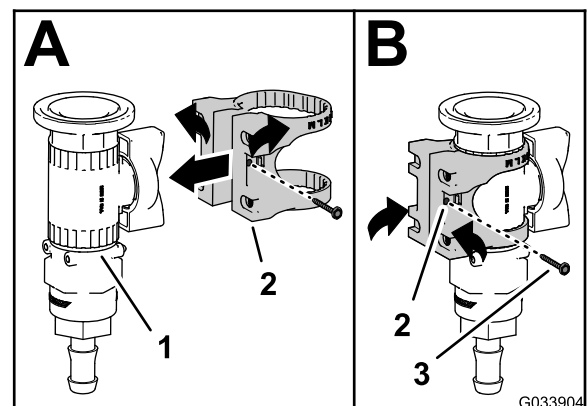

Bild 14
1. Befestigen Sie die Ventilhalterung am Regelventil, wie in A in Bild 14 abgebildet.
2. Befestigen Sie die Ventilbefestigung mit dem Bundbolzen (Nr. 6) am Regelventil und ziehen es mit der Hand an (B in Bild 14).
2. Befestigen Sie die Ventilhalterung am Regelventil, wie in A in Bild 14 abgebildet.
3. Befestigen Sie die Ventilbefestigung mit dem Bundbolzen (Nr. 6) am Regelventil und ziehen es mit der Hand an (B in Bild 14).